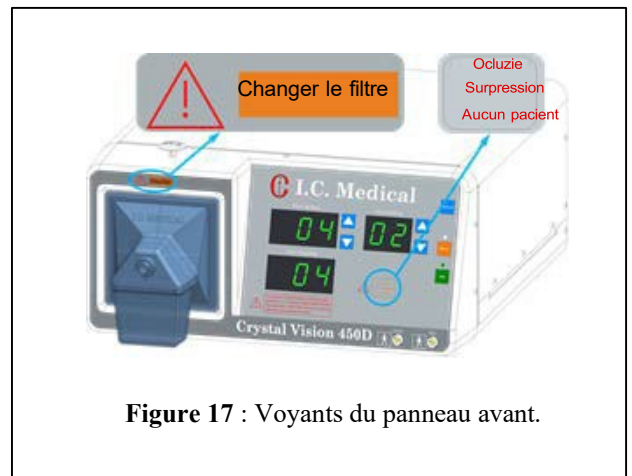

Figure 17 : Voyants du panneau avant.
10. Le voyant CHANGER LE FILTRE est situé au-dessus du filtre (Figure 17). Il s'allume lorsqu'il y a un débit réduit dans l'appareil CRYSTAL VISION®. Le filtre hydrophobe SAFEGUARD BLUE® ULPA avec piège à fluide intégré doit être changé lorsque ce voyant s'allume pour la première fois. N'essayez pas de nettoyer ou de réutiliser le filtre hydrophobe SAFEGUARD BLUE® ULPA avec piège à fluide intégré. Éliminez le filtre hydrophobe SAFEGUARD BLUE® ULPA avec piège à fluide intégré selon le protocole de déchets biologiques de votre établissement. Ce voyant s'allumera également en cas d'occlusion totale. Si le voyant OCCLUSION est également allumé, assurez-vous d'abord d'éliminer l'obstacle qui l'a causé, puis vérifiez le voyant CHANGER LE FILTRE. S'il est toujours allumé et le voyant OCCLUSION ne l'est pas, le filtre hydrophobe SAFEGUARD BLUE® ULPA avec piège à fluide intégré doit être changé.
11. OCCLUSION indique que l'écoulement dans l'appareil CRYSTAL VISION® s'est arrêté (Figure 17). Le voyant CHANGER LE FILTRE s'allumera également à ce moment. L'opérateur doit vérifier si les tubes sont pliés, les valves sont fermées, l'insufflateur est obstrué, le filtre de sortie grande taille au charbon de noix de coco est utilisé jusqu'à date limite d'utilisation, ou le filtre hydrophobe SAFEGUARD BLUE® ULPA avec piège à fluide intégré est complètement obstrué ou plein. Afin d'éviter une panne de la pompe, la pompe de l'appareil CRYSTAL VISION® ne s'activera pas lorsque ce voyant est allumé.
12. SURPRESSION indique une pression supérieure à 27 mmHg dans le pneumopéritoine (Figure 17). À des pressions supérieures à 30 mmHg, la pompe à vide démarre pour réduire la pression dans le pneumopéritoine. Cette situation peut être causée par de nombreux facteurs. Fréquemment, le chirurgien appuie sur l'abdomen et cela provoque une augmentation de la pression intra- abdominale. Corrigez la cause avant de continuer.
13. L'indicateur « AUCUN PATIENT » (Figure 17) s'allume lorsque l'appareil CRYSTAL VISION® est en MODE LAP, lorsque la pression nulle ou pression atmosphérique est présente au niveau du filtre ULPA hydrophobe SAFEGUARD BLUE® avec piège à fluide intégré. Il est possible que l'ensemble de tubes ne soit pas connecté à la gaine du Trocart ou au filtre hydrophobe SAFEGUARD BLUE® ULPA avec piège à fluide intégré ; la valve sur la gaine du Trocart peut être fermée ; ou il est possible que le filtre hydrophobe SAFEGUARD BLUE® ULPA avec piège à fluide intégré ne soit pas fixé au connecteur du filtre hydrophobe SAFEGUARD BLUE® ULPA avec piège à fluide intégré.